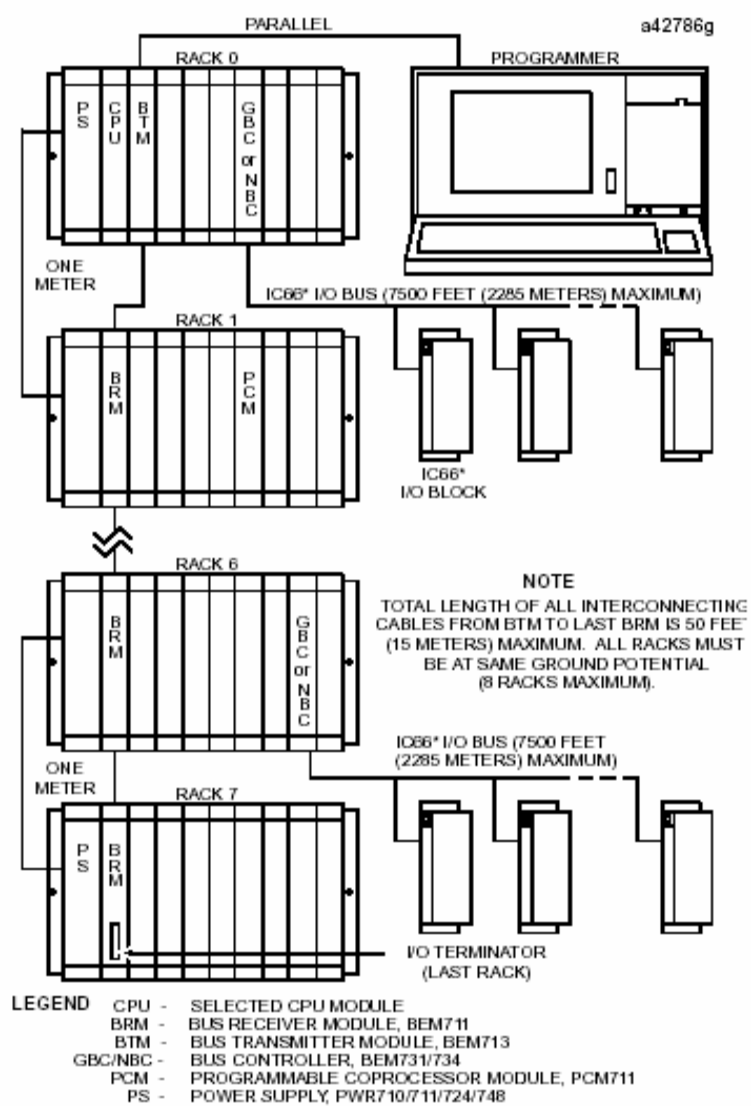

图 1 典型的PLC结构
- 安装模板（见图1）
根据图1总线通讯模板IC697BEM713A必须被安装在正确的GBC/NBC或其他IC697输入/输出模板上。BTM的IC697BEM713B 可以安装在这个图上（CPU旁边）。